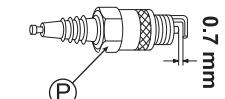

Fig. 37
- Changez la Bougie d'allumage (P) si une quantité importante de carbone s'est accumulée dessus ou si sa partie isolante est craquelée ou endommagée.
- Nettoyez le carbone qui s'est accumulé sur l'électrode, et ajustez l'écartement des électrodes à 0,7 mm. **(Voir Fig. 37)**